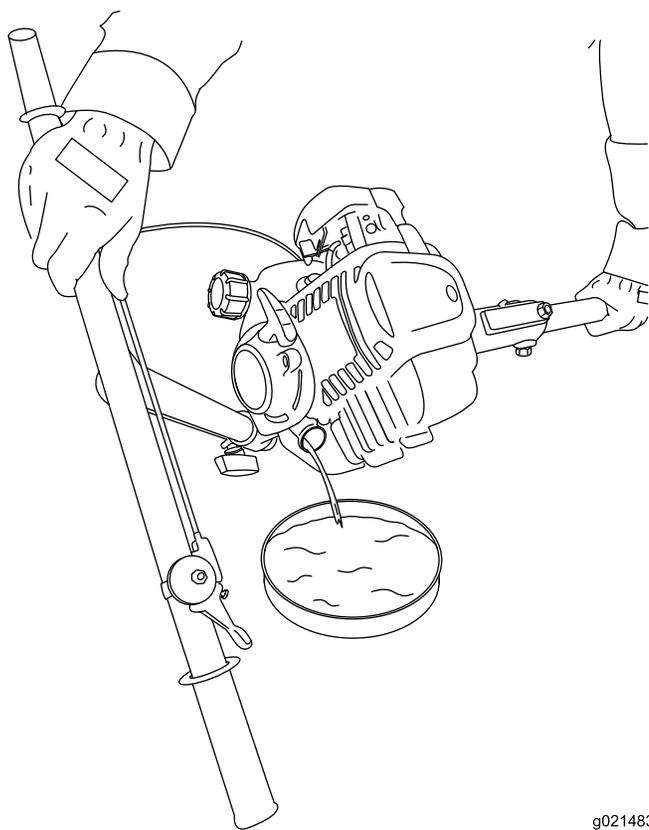

Figura 26
5. Agarre firmemente el manillar y el eje de la máquina, y vierta el aceite en el recipiente (Figura 26).
6. Cuando el aceite se haya drenado completamente, instale el tapón de aceite y limpie cualquier aceite derramado (Figura 26).